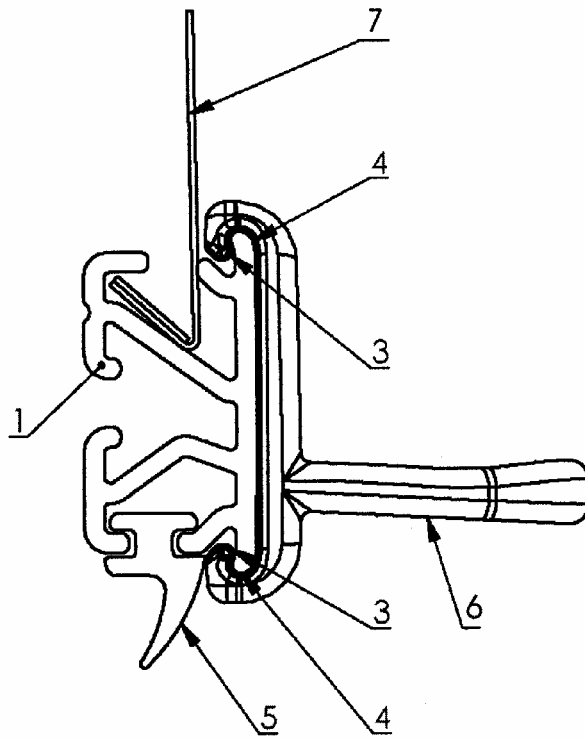

Fig.1
Przedmiot wzoru użytkowego został poniżej przedstawiony w szczegółowym opisie objaśnionym rysunkiem Fig.1, na którym przedstawiony jest uchwyt według wzoru użytkowego w widoku bocznym, zespolony nasuwnie z listwą napinającą (1) zaopatrzoną w swej dolnej części w uszczelkę (5), sama zaś listwa ustalona jest do skraju tkaniny (7) rolety.